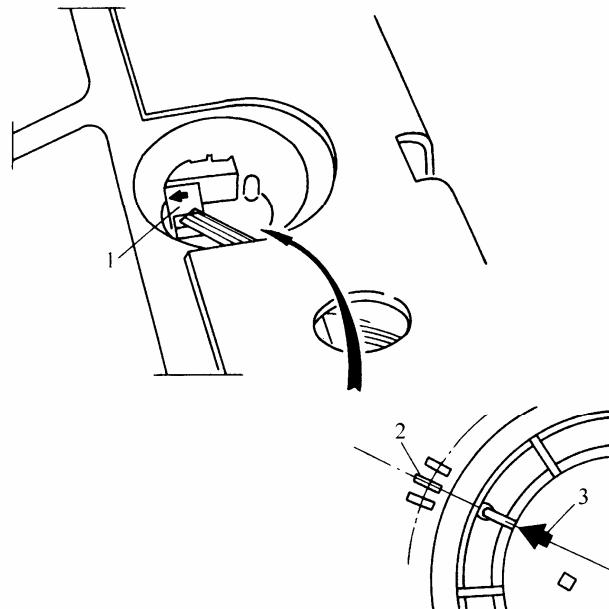

图 9-100 对齐燃油表传感器套环记号
- 2) 用专用工具拧紧套环，拧紧后的套环其标记 3 与燃油箱上的标记 2 对应齐(图 9-100)。